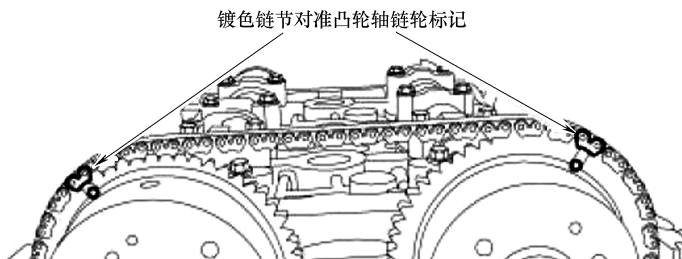

图 19-31 正时链条上的镀色链节对准凸轮轴链轮上的标记
- 4) 安装正时链条，使正时链条上的镀色链节对准凸轮轴链轮上的标记，如图 19-31 所示。